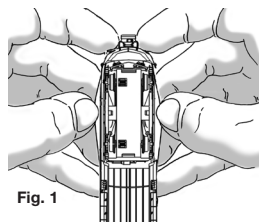
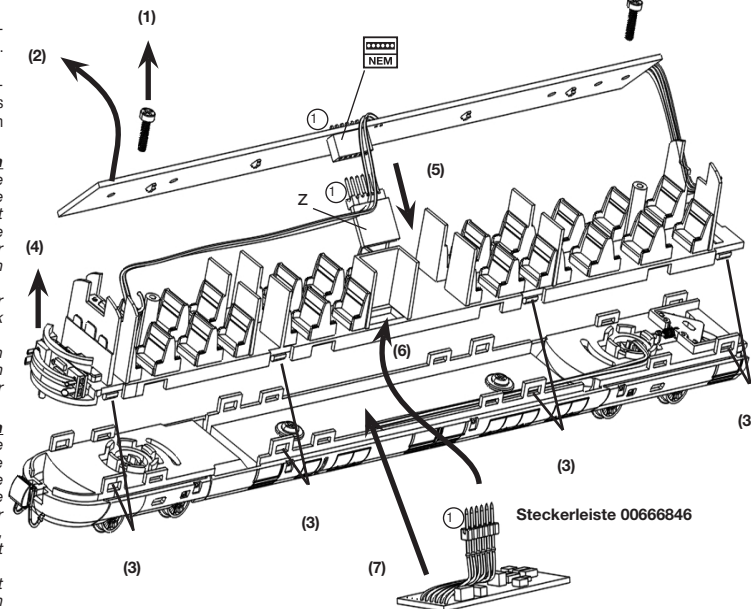

Fig. 1
Fig. 2
☞ In addition to the installation of a DCC decoder in the motor car, a installation of the **Fleischmann function decoder 686401 with plug connector 00666846** is needed in the control car! Opening the car by spreading of the housing in the amount of the bogies (Fig. 1). Open screws (1) lift board and tilt sideways away (2) Then unlock the interior by spreading the snap solve (3) and lifting up (4) Pull the jumper „Z“ (Fig. 2) from the interface (5) and insert the plug of the function decoder (6) instead of (the labels „1“ of plug and interface must face to each other!). Please refer also to the instructions of the function decoder! The plug 00666846 must be connected to the function decoder 686401 as follows: green=1, violet=2, red=3, black=4, white=5, yellow=6. The function decoder is placed between chassis and interior (7) and the car is closed in reverse order.
☞ En plus de l'installation d'un décodeur DCC dans l'automoteur, une installation du **décodeur de fonction Fleischmann 686401 avec connecteur 00666846** est nécessaire dans la voiture de contrôle! Ouvrez le véhicule par la diffusion du logement dans le montant des bogies (Fig. 1). Ouvrez les vis (1) et levez et d'inclinaison latérale loin la platine (2) Ensuite, l'intérieur en répartissant le composant logiciel enfichable résoudre (3) et relever (4) Tirer le connecteur „Z“ (Fig. 2) à partir de l'interface (5) et insérer la fiche du décodeur de fonction (6) (les étiquettes „1“ de la fiche et de l'interface doivent faire face les uns les autres!). S'il vous plaît se référer aux instructions du décodeur de fonction aussi! Le connecteur 00666846 doit être reliée au décodeur de fonction 686401 comme suit: vert=1, violet=2, rouge=3, noir=4, blanc=5, jaune=6. Le décodeur de fonction est placée entre le châssis et l'intérieur (7) et le véhicule est fermée dans l'ordre inverse.